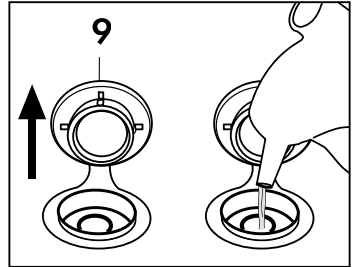

Fig. 7
Ouvrir manuellement le bouchon de remplissage de la chaudière (9); renverser la bouteille sur le trou de la chaudière et vider l'eau à l'intérieur de celle-ci. Ensuite, lorsque la chaudière est entièrement remplie, resserrer le bouchon (9) (Fig. 7)